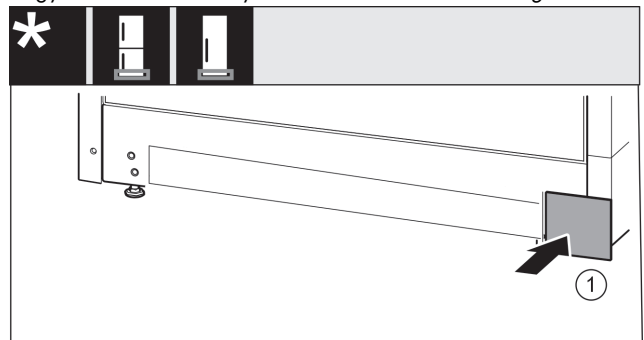

Fig. 19
- ▶ Tegye vissza a borítást a másik oldalra. Fig. 19 (1)